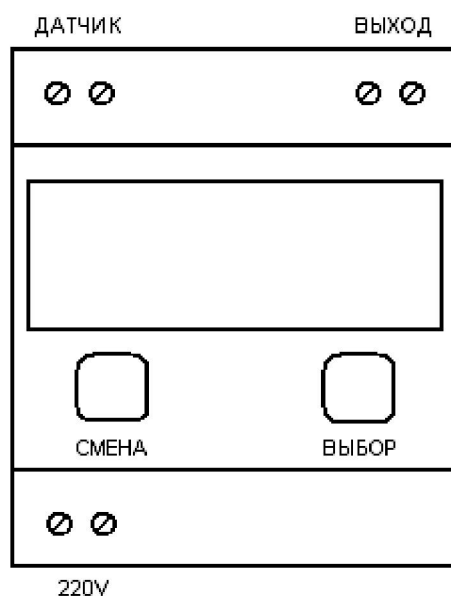

Рис. 2 Внешний вид прибора
4.1 Подключить ИПМ-2 согласно рис.2 при выключенном общем питании.
- установив резистор датчика в самое правое положение (см. рис.2) , соответствующее самому минимальному показанию датчика, производят калибровку в нулевой точке (соответствующей 0% показаний) датчика, при этом на экране индикатора возникнет надпись “_d_”. После отображения данного меню, установив поворотный резистивный датчик в позицию минимальных показаний нажимают кнопку “выбор”. В правом разряде индикатора отобразится символ “С”, означающий, что нижняя граница положения датчика принята и записана. Если действия оператора ошибочны, то необходимо – не нажимая клавиши “выбор”, нажать кнопки “смена” + “выбор”. Таким образом, производится переход к следующему пункту меню, без сохранения текущих установок.
6.2 Электрические соединения с сетью, датчиками проводимости осуществляется через клеммные колодки, расположенные на приборе (см рис. 2).